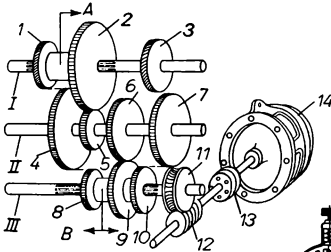

Bild 7
Die Drehzahlen der Kurbelscheibe können durch das vorgeschaltete Rädergetriebe (Bild 7) verändert werden. Das geschieht wie folgt: Über die elastische Kupplung (13) und den Schneckentrieb (11 und 12) wird die vom